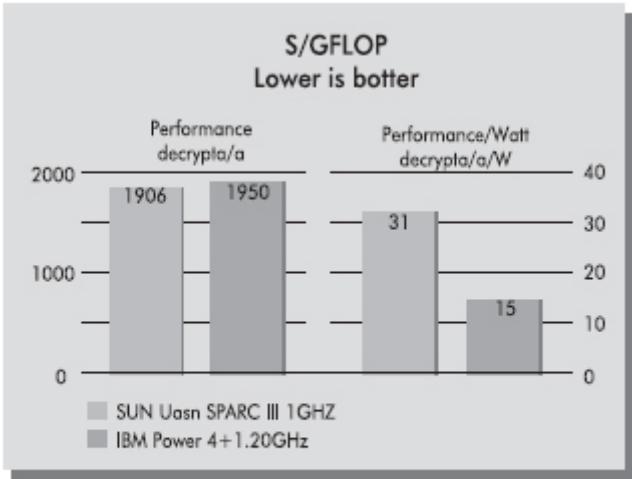

图 4 低功耗 Itanium2 提供相似于普通 Itanium2 的性能和最高的每 W 平均性能
低电压 Itanium2 处理器是为 2 路系统优化、产生较低的功耗和热量、面向高密度应用需求的处理器。当前有许多需要使用大量低端系统的应用，它们的交易和计算比高端的技术和企业应用简单，往往需要处理大数据库如成千上万的用户记录等。例如，电信、Internet 服务供应商、在线电子商务和金融系统等。为了支持应用相关的实时交易，快速响应和高吞吐能力是这些应用最本质的需求，而计算量一般是比较有限的，因此很容易利用集群的负载均衡能力提供所需的可伸缩性、支持日益增加的用户数，利用集群的故障恢复能力提供所需的高可用性、支持系统 7×24 运行。这些应用通常要求在企业数据中心有限的空间中配置大量的超薄机架装服务器或刀片服务器，从而提高计算密度、降低耗电和致冷的需要、节约楼层面积、降低管理和运行费用。为此要求，降低处理器功耗和发热量，以利于设计超薄服务器、支持其长期稳定运行。低电压 Itanium2 的功耗低达 60w，提供与主频 1GHz 普通 Itanium2 相似的性能、每 w 功耗提供平均性能却比普通 Itanium2 高得多(见图 4)，是支持超薄 2 路服务器最理想平台。HP 即将推出的 C2600 服务器厚度仅 1U，所使用的就是低功耗 Itanium2。这些服务器提供比对应的 RISC 系统更好的价格/性能，非常适合于大批量的高密度应用，必
Itanium2 处理器把指令束派送到核心流水线。每个指令束包含 3 条指令和一个样板指示。束中的每条指令最终根据其类型被派送到一条执行流水线。指令的类型有：ALU 整数(A)、非 ALU 整数 (I)、内存读写(M)、转移(B)和扩展(L)。图 4 表示 Itanium2 的核心流水线。